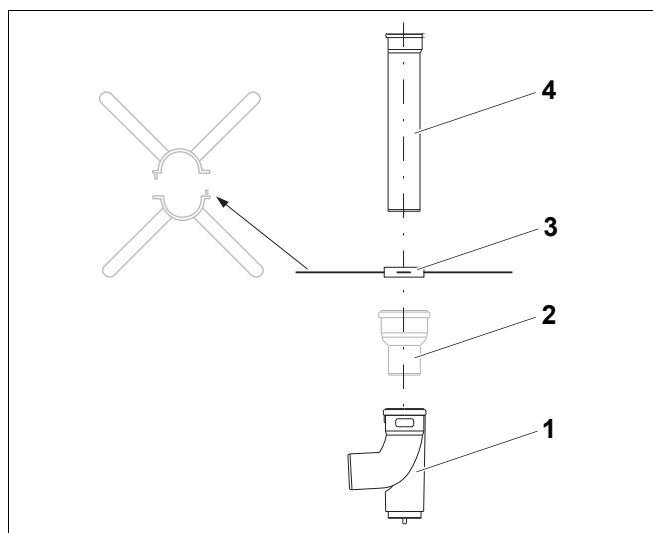

Рис. 14 Установка распорок
- Установите распорки (рис. 14, [3]).
- Нанесите тонкий слой смазки CENTROCERIN® на уплотнения муфты опорного колена (рис. 14, [1]) или конфузора (рис. 14, [2]) (при GB142-60) и дымовой трубы (рис. 14, [4]) и вставьте элементы друг в друга.